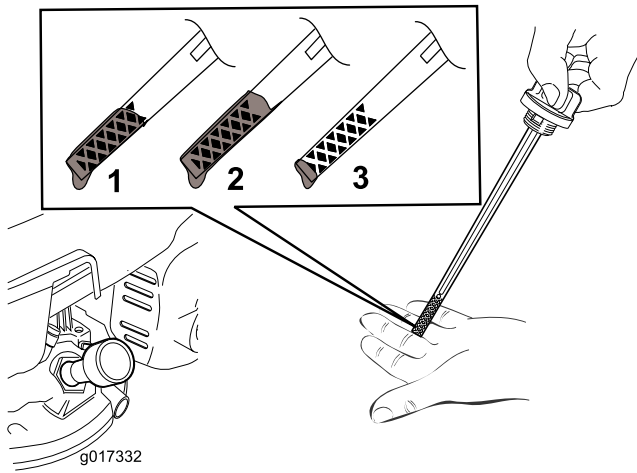

Figure 7
2. Retirez la jauge (Figure 7).
- Remarque:** Versez de l'huile dans le carter moteur jusqu'à ce que la jauge indique le niveau correct, comme montré à la Figure 7. Si vous remplissez excessivement le carter moteur, vidangez l'excédent d'huile comme expliqué à la section Vidange de l'huile moteur.